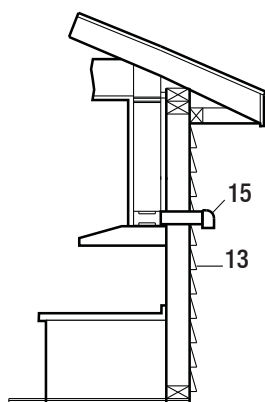
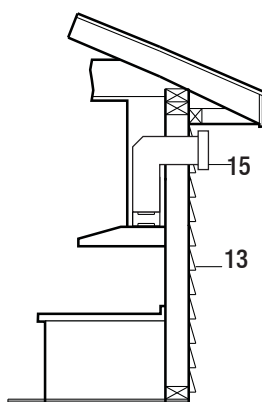
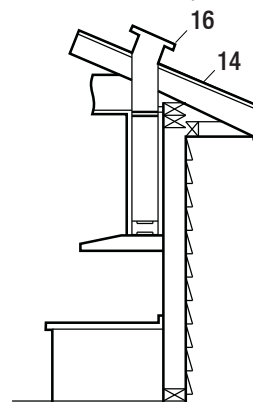

Fig.5
Fig.6
Fig.7
- Votre système de ventilation doit évacuer à l'extérieur, soit horizontalement à travers le mur arrière (13) ou verticalement à travers le toit (14) (Voir la Fig. 5/ Fig. 6/ Fig. 7).